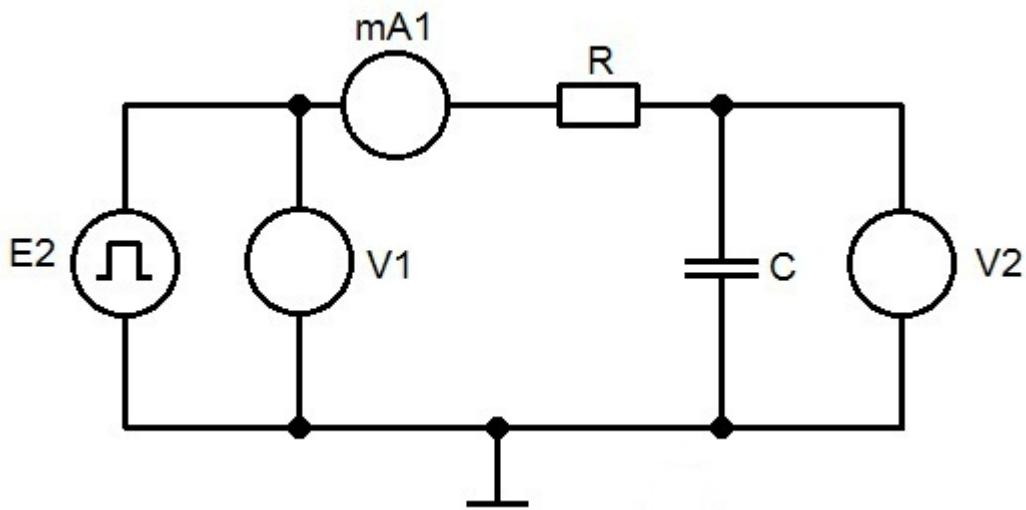

Рис. 1. Интегрирующая RC-цепь
1. Собрать схему интегрирующей цепи с рекомендованными R и C (рисунок 1). Пригласить преподавателя проверить схему.
3. Получить осцилограммы входных импульсов V_1 , импульсов на конденсаторе V_2 и тока в цепи mA_1 (рисунок 1).
4. Повторить п.3, включив в схему (рисунок 1) другой резистор R номиналом в 2 – 4 раза меньше рекомендованного при неизменном конденсаторе. Сохранить изображение на экране (осцилограммы) с визирными линиями, положение которых соответствует определению « τ ».
5. Повторить п.3, включив в схему (рисунок 1) другой конденсатор C в 2 – 10 раз меньше рекомендованного при резисторе равном 1кОм.